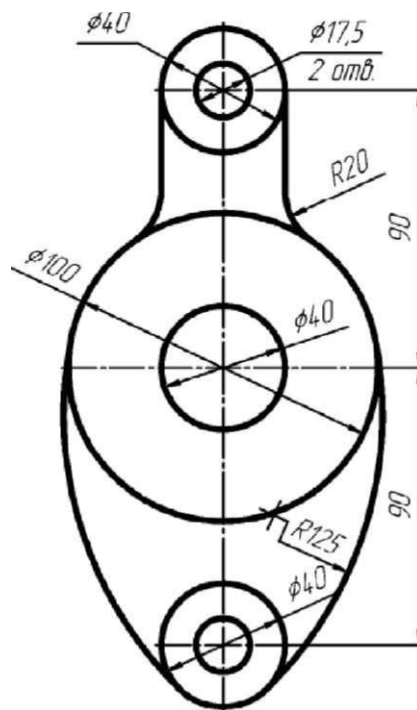

Рис. 3 - пример задания к ЛР 3
1. Построить чертеж детали согласно заданию (пример задания приведен на рис. 3).